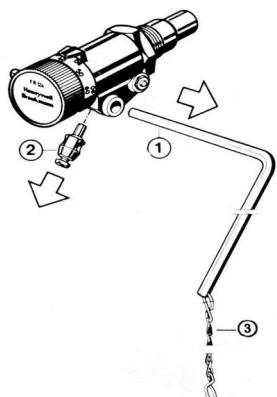
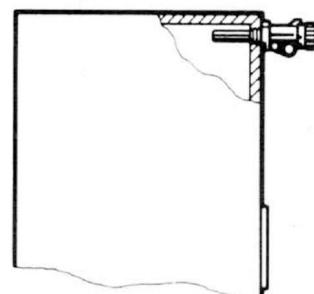

Рис.4
Рис.6
Установка: Рис. 4 снимите рычаг ① и соединитель ②. Рис 5 Вертикальная установка. Рис. 6 горизонтальная установка. Вкрутите регулятор в котел в вертикальном либо горизонтальном положении. Установите рычаг ① в обратной последовательности (см. рис.4), закрепите винтом соединитель ② и отрегулируйте цепь ③.
- в случае горизонтальной установки (рис.6) используйте чёрные цифры.